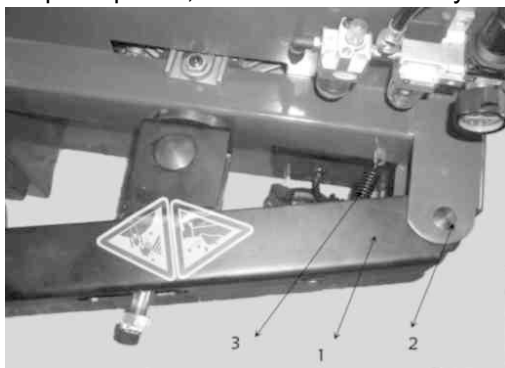
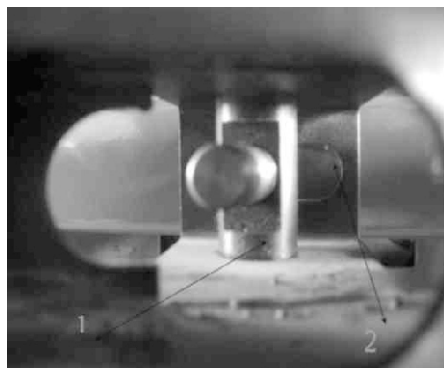

Рис. 8
Рис.9
3.2.5 Поместите втулку вала рычага разъединения борта в опорную плиту разъединения борта на корпусе (Рис. 8-1), чтобы выровнять отверстие, установите болт разъединения борта (Рис.8 -2) и **установите стопорное кольцо**(Рис. 7-4). Вставьте поршневой шток (Рис. 9 -2) через отверстие направляющей втулки **разъединения борта** (Рис. 9 -1). Поверхность направляющей втулки должна находиться снаружи (Рис. 9). Смонтируйте удаленную гайку (Рис. 7-1) на переднюю часть поршневого штока. Гайка будет смонтирована. Расстояние от края режущей пластины разъединения борта до резиновой наклейки разъединения борта – 30~40мм (Рис. 12). Установите пружину (Рис. 8-3).